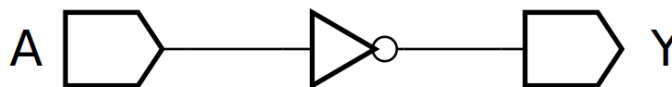
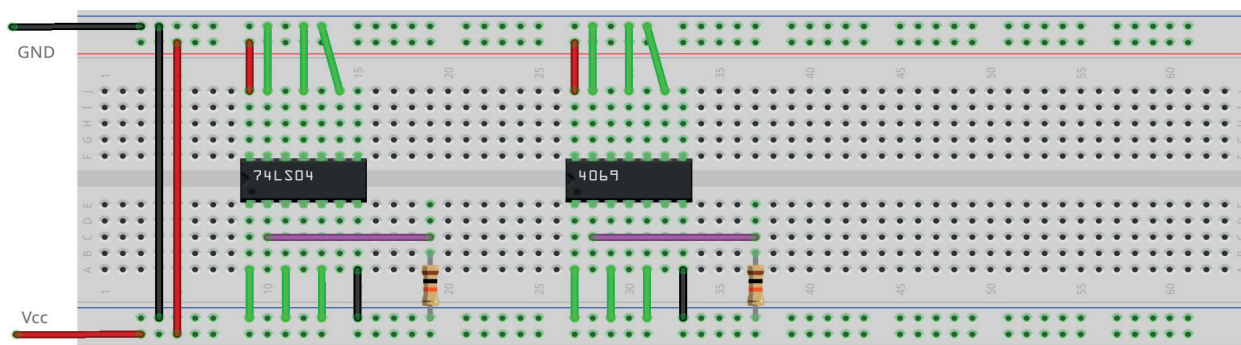
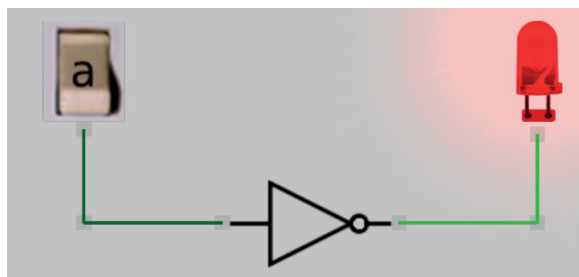
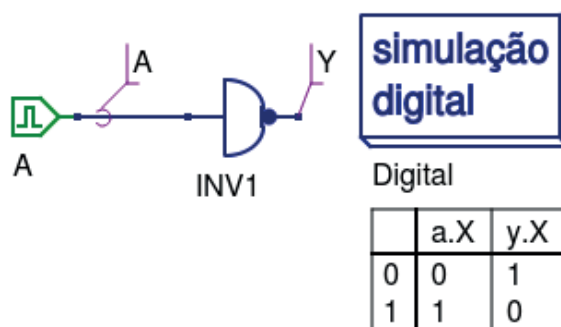

Figura 3.30 – Diagrama esquemático.
Figura 3.31 – Placa de montagem com componentes.
Figura 3.32 – Simulação da porta INVERSORA no Atanua.
Figura 3.33 – Simulação da porta INVERSORA no Qucs.
- Monte o circuito da figura 3.30, conforme mostrado na figura 3.31, na placa de montagem.
- Conecte os fios verdes. Os fios verdes estão conectados ao terra e portanto fornecendo valor lógico (0) às entradas de todas as portas do CI.
8. Simule, no computador, o circuito da figura 3.30 utilizando os programas SmartSim e Atanua (figura 3.32) e Qucs (figura 3.33). Compare os resultados com a tabela 3.12.